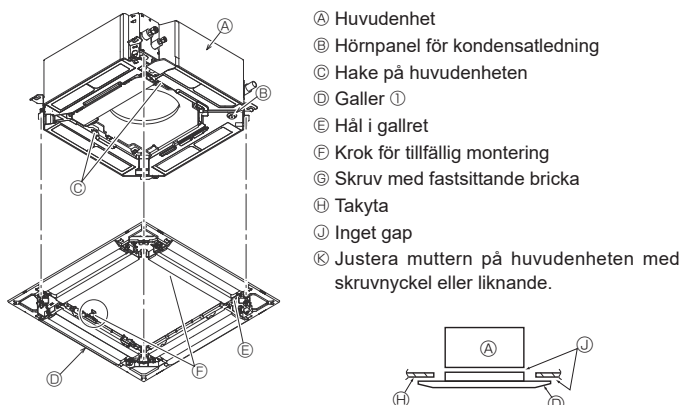

Fig. 9-6
9.4.2. Tillfällig montering av gallret (Fig. 9-6)
- Sätt fast gallret på huvudenheten genom att dra åt de förmonterade skruvarna. (Fig. 9-6)
- Obs: Kontrollera att det inte finns några gap mellan huvudenheten och gallret eller mellan gallret och takytan. (Fig. 9-6)